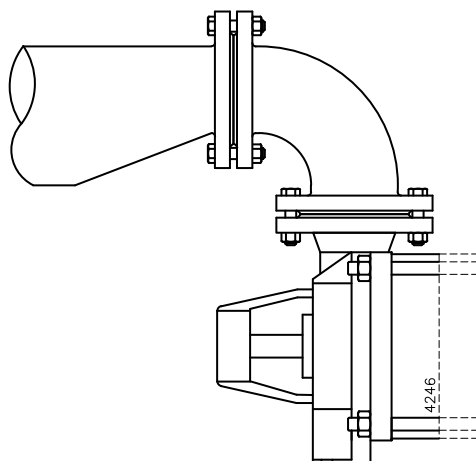

Figure 3: Réducteur excentrique vers la bride d'aspiration.
- Le passage du tuyau d'aspiration doit être généreux. Ce tuyau doit être aussi court que possible et son trajet vers la pompe ne doit pas permettre la formation de poches d'air. Si cela n'est pas réalisable, un dispositif d'aération doit être prévu au point le plus élevé. Si le diamètre intérieur du tuyau d'aspiration est plus grand que celui du raccord d'aspiration de la pompe, une pièce de réduction excentrique doit être utilisée pour éviter la formation de poches d'air et de tourbillons. Voir figure 3.